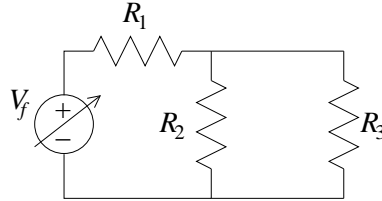

Figura 1.18: Circuito del Ejemplo IV.5
**5 Ejemplo** Asuma que los resistores del circuito mostrado en la Figura 1.18 pueden resistir a lo sumo potencias de hasta 0.25 [W],  $R_1 = 120 \Omega$ ,  $R_2 = 390 \Omega$ ,  $R_3 = 220 \Omega$ . La flecha escrita sobre la fuente indica que es una *fente variable*. ¿Cuál es el valor máximo de tensión que puede tener la fuente? Asuma que  $V_f$  sólo posee valores positivos.